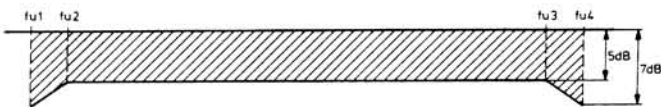

Fig. 13
- Gemaakte opname weergeven en de waarden in een grafiek uitzetten. De grenzen waar binnen de karakteristiek moet liggen zijn aangegeven in Fig. 13 (Indien nodig voormagnetisatiestroom verhogen of verlagen, zie hoofdstuk 6).